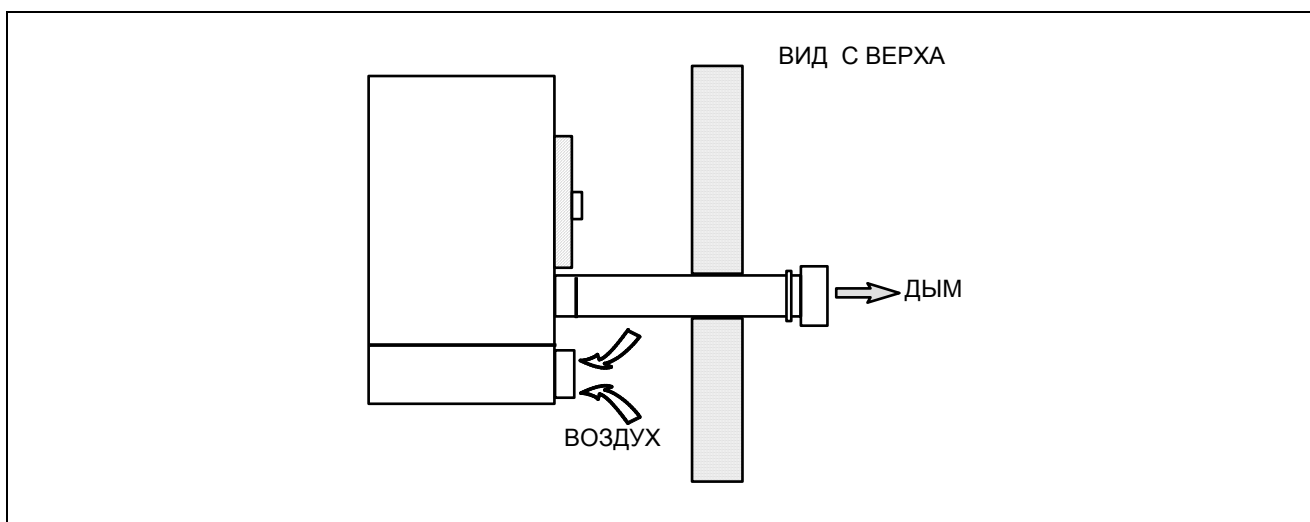

РИС. 7 – ТИП УСТАНОВКИ В22
- **тип установки B22** : дымоход выходит из комнаты в которой устройство установлено; воздух необходимый для горения непосредственно взят из комнаты (смотри РИС. 7). При этой установке система не герметична и по этой причине эта установка может ТОЛЬКО быть сделана в хорошо проветриваемом помещении.